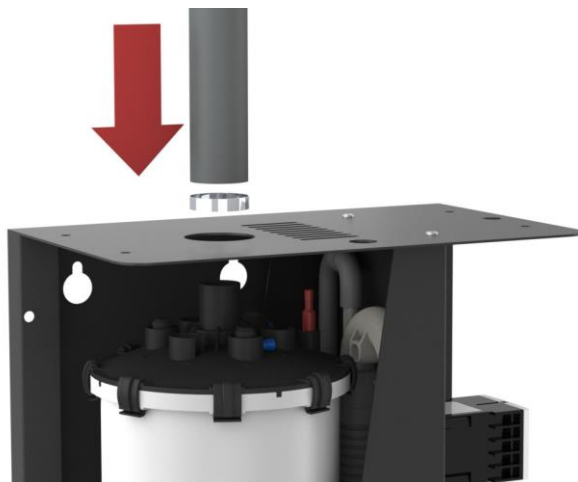

Fig. 9
7. Raccorder le tube vapeur dans le manchon de la bride de cylindre en le fixant par le collier de serrage fourni (fig. 9).